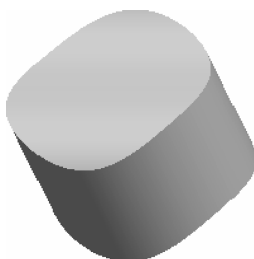

图 8-101 实体模型
(11) 使用各种鼠标操作预览模型，单击控制区的【应用】按钮 ，或者在图形区单击鼠标中键，完成实体化，如图 8-101 所示。